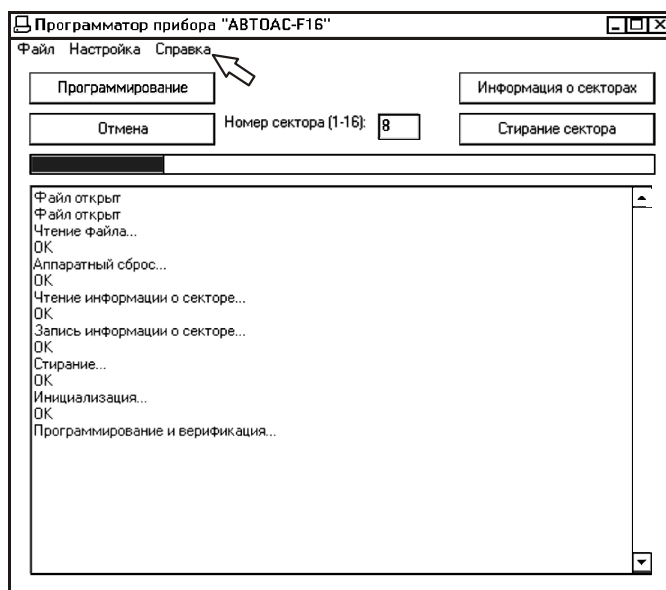

Рис. 46 Внешний вид программы (стрелка указывает на кнопку вызова справки)
- Вызовите справку для подробного ознакомления с работой программатора (Рис. 46).